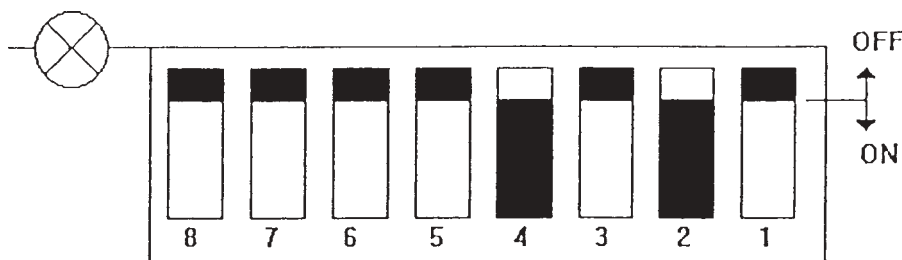

Fig. 14
Passo 4: collegare un milliamperometro fra i terminali 14 (+), 13 della morsetteria per leggere il segnale di posizione valvola (4-20 mA). Posizionare i "dipswitches" sulla carta posizionale sulla configurazione seguente (fig. 14).
Step 4: connect a milliamperometer between terminals 14 (+), 13 of the MDU100 terminal block to read the valve feedback signal. Close dipswitches on the positioner card to obtain the following configuration. Fig. 14 of dipswitches.